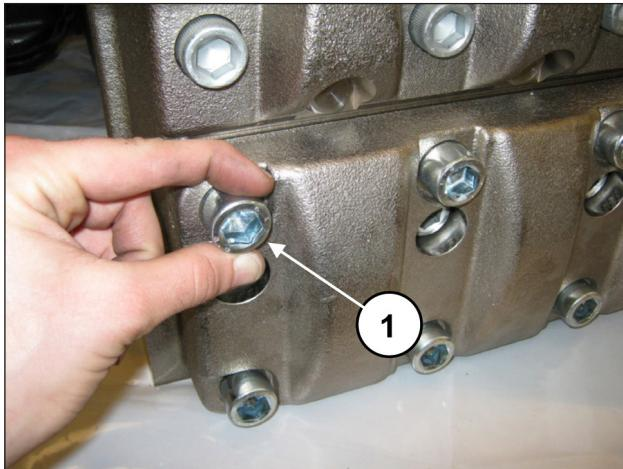
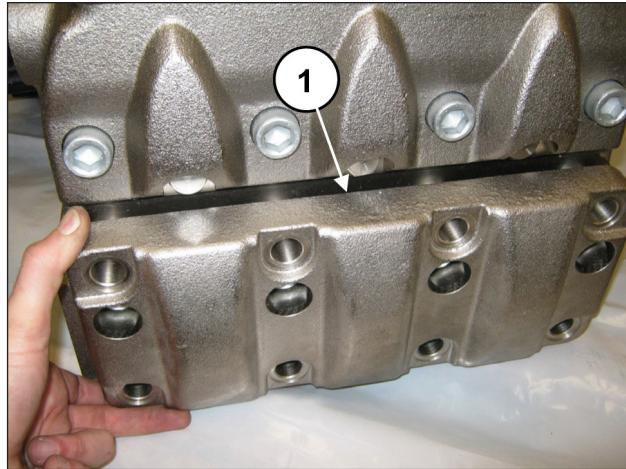

图 138
图 139
拧松吸入阀盖的8个M16x45螺丝(位置①, 图 138)并拆除盖子(位置①, 图 139)。